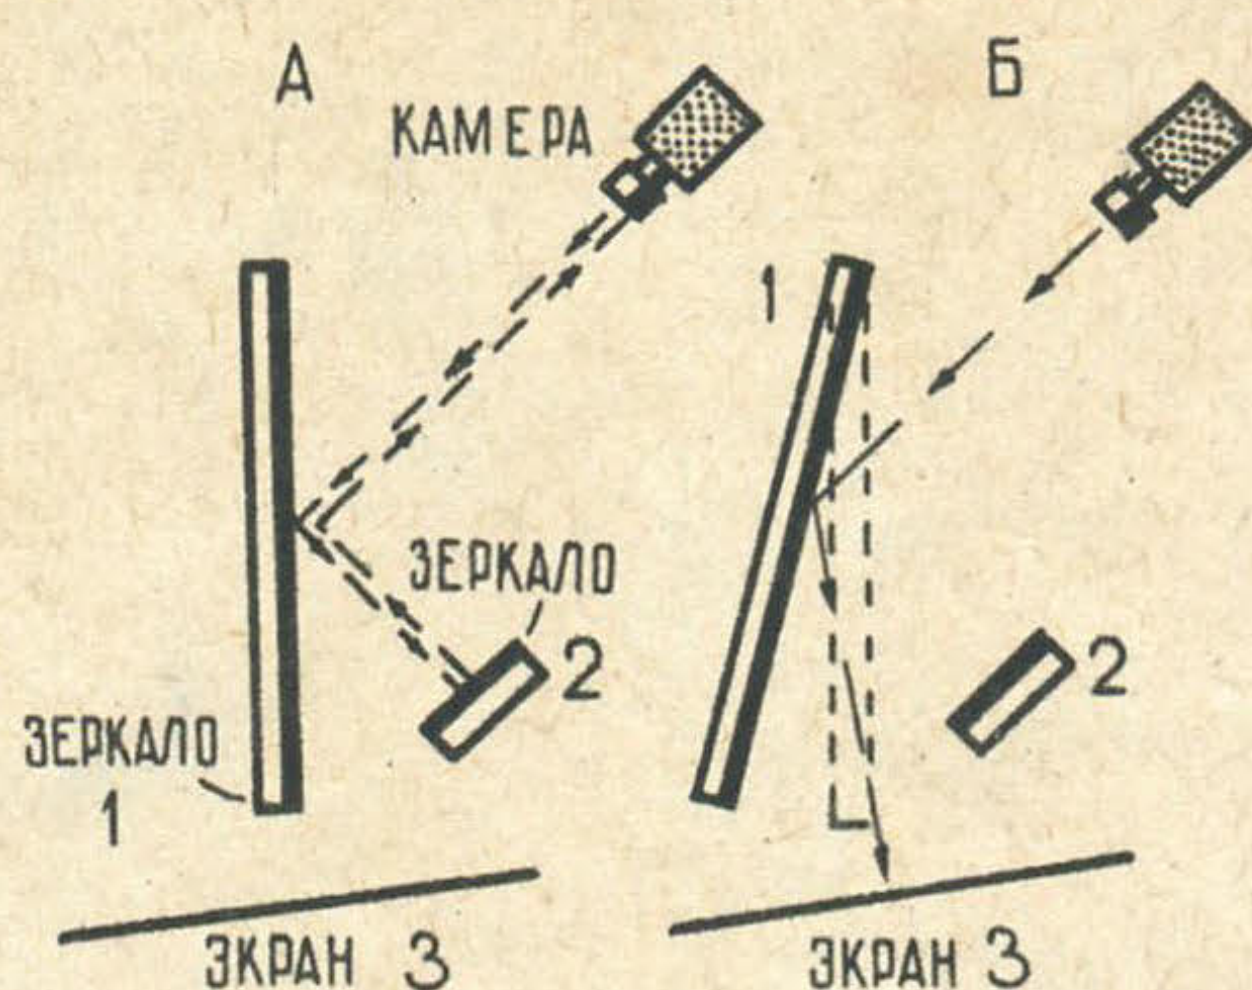

Рис. 1. Идея устройства телевизионного проектора Ф. Фишера.
На рис. 1А луч света проектируется на зеркало (1). По законам оптики угол его падения и угол отражения должны быть равны, поэтому, отразившись от зеркала, луч света попадет на зеркало (2) и тем же путем отразится обратно к своему источнику. Значит, на экран (3) никакого света падать не будет.
Теперь предположим (рис. 1Б), что зеркало (1) слегка отклонилось от положения, которое оно занимало на рис. 1А. Тогда свет пойдет по другому пути, минуя зеркало (2) и попадет на экран (3), создав на нем светящуюся точку.
Если вместо изменения угла наклона зеркала мы покроем его поверхность слоем масла, то в зависимости от неоднородностей, создаваемых электронным лучом в этом слое (выпуклостей и впадин), лучи света, падающие на этот слой, будут отражаться то на зеркало, то на экран, то есть образование на слое масла выпуклости по действию будет равносильно наклону зеркала на рис. 1Б.